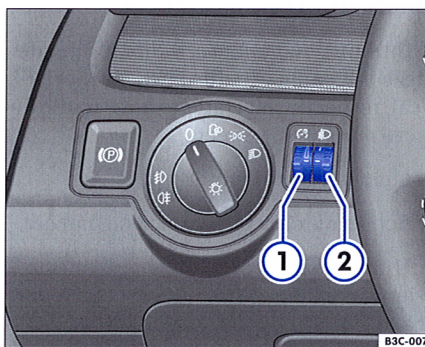

Fig. 41 Imagine din tabloul de bord: Regulator pentru iluminarea instrumentelor / comutatoarelor și reglarea farurilor
Când luminile autovehiculului sunt aprinse, intensitatea luminii instrumentelor și comutatoarelor se poate regla prin rotirea regulatorului ⇒ **fig. 41** ①.
pensa "mișcarea de balansare" la demarare și frânare. Regulatorul ⇒ pagina 59, fig. 41" ② lipsește.